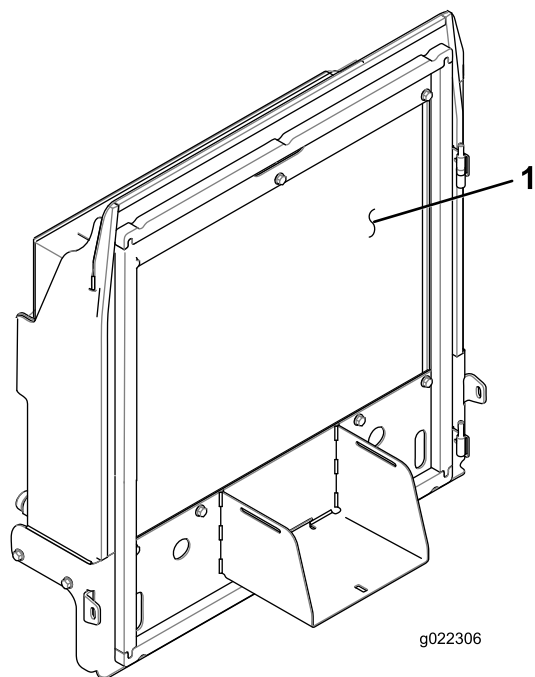

Figura 69
4. Limpe bem ambos os lados do radiador e do dispositivo de arrefecimento de óleo (Figura 69) com ar comprimido.